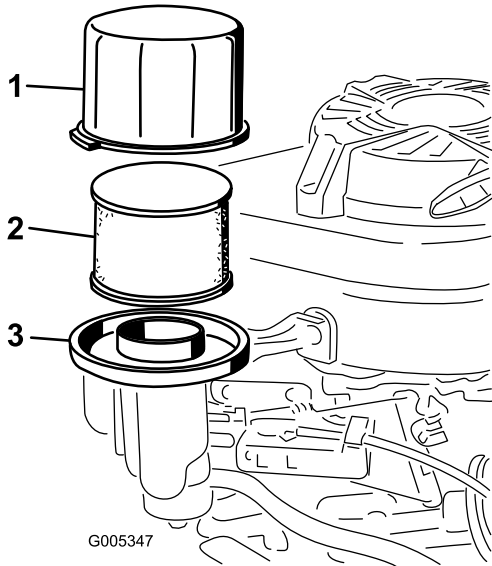

Figura 22
3. Retire la tapa y límpiela a fondo (Figura 22).
4. Retire el pre-limpiador de gomaespuma y el filtro de aire de papel de la base del limpiador de aire (Figura 22).